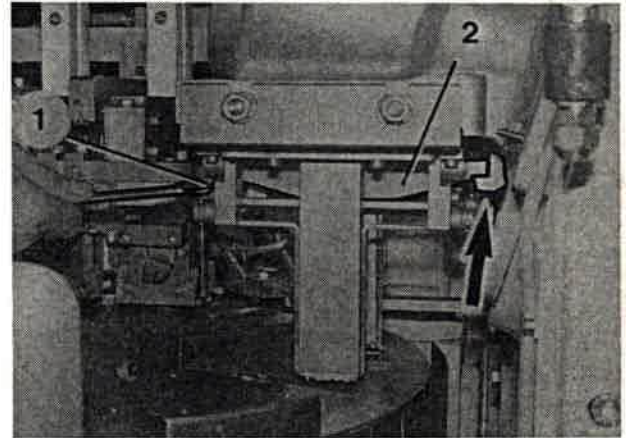

Bild 220
10. Sechskantmutter (Bild 220/1) abschrauben, Brücke (Bild 220/2) abnehmen.
Brücke so einsetzen, daß sie hinten auf dem Halter (Bild 220/Pfeil) aufliegt.